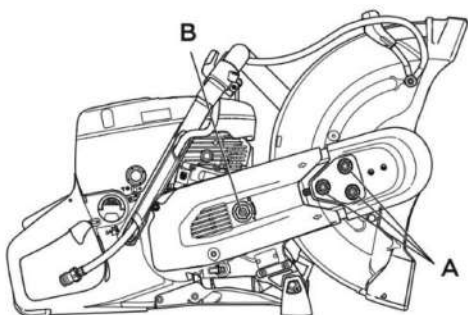

Рис. 10
- Ослабьте три гайки (А), удерживающие верхний кожух ремня (рис. 10). Поверните натяжитель ремня (В) в положение «0», чтобы ослабить натяжение.